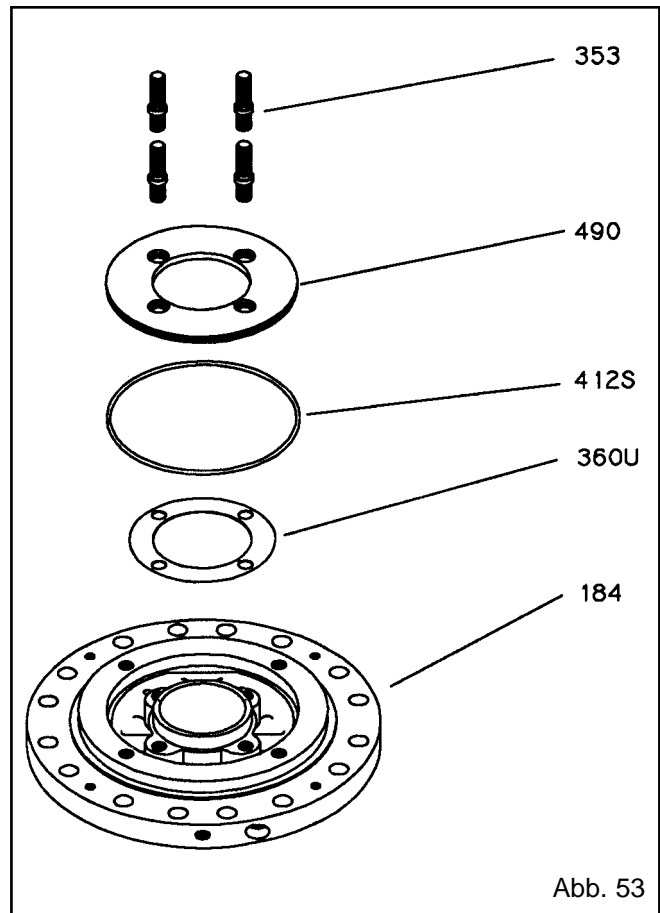

Abb. 53
- Die Dichtscheibe des Wassermanteldeckels (360U) in den Dichtungssitz des Dichtungskammerdeckels (184) einsetzen und die Löcher in der Dichtung mit den Löchern im Stopfbuchsenbolzen (353) im Deckel fluchten (Abb. 53).
- Den O-Ring des Wassermanteldeckels (412S) in die Rille des Wassermanteldeckels (490) legen.
- O-Ring (412S) und O-Ringbohrung im Dichtungskammerdeckel (184) schmieren.